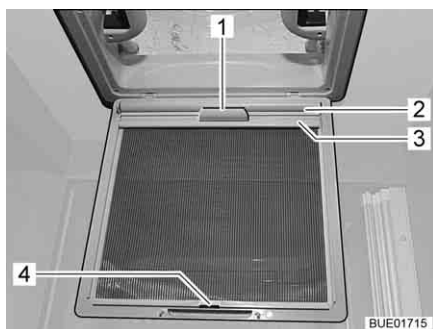

Bild 86 Mörkläggningsrullgardin
- Drag ut mörkläggningsrullgardinen (Bild 86,2) med handtaget (Bild 86,1) och haka i fästlisten (Bild 86,3) i kroken (Bild 86,4) på insektsskyddet.
- Lossa fästlisten (Bild 86,3) från kroken (Bild 86,4) och dra långsamt tillbaka mörkläggningsrullgardinen (Bild 86,2) med handtaget (Bild 86,1).